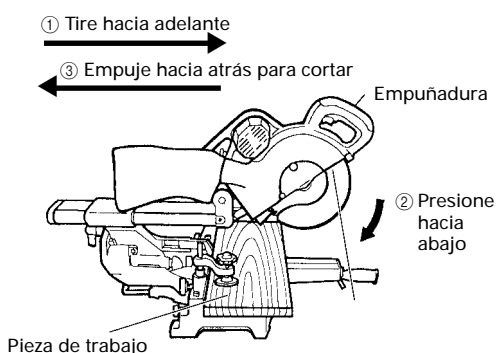

Fig. 28
Después presione hacia abajo la empuñadura y deslice la hoja de sierra hacia atrás para cortar la pieza de trabajo como se indica en la Fig. 28. Esto facilitará el corte de piezas de trabajo de hasta 3-11/32" (85mm) de altura y 12-9/32" (312mm) de anchura.
(2) Piezas de trabajo de hasta 3-9/16" (90mm) de altura y 11" (280mm) de anchura: Las piezas de trabajo de hasta 3-35/64" (90mm) de altura y 11" (280mm) de anchura podrán cortarse de la misma forma que la descrita en el párrafo 6-(1) anterior.
- * Para el corte deslizable, siga los procedimientos indicados en la Fig. 28 anterior. El corte deslizable hacia adelante (hacia el operador) es muy peligroso porque la hoja de sierra puede salir despedida de la pieza de trabajo. Por lo tanto, deslice siempre la empuñadura alejándola de usted mismo.